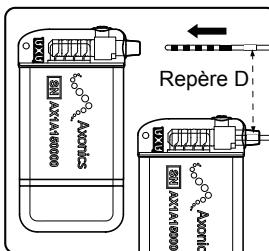

Figure 5: insérez entièrement l'électrode dans le bloc de connexion du neurostimulateur.
4. Insérez l'électrode dans le bloc de connexion du neurostimulateur jusqu'à ce qu'elle soit complètement raccordée et qu'elle ne puisse plus être insérée plus loin. Le repère D sur l'électrode doit se trouver dans le collier de serrage du neurostimulateur (**Figure 5**). La collerette de rétention de l'électrode doit être positionnée sous la vis de calage du neurostimulateur.
- Utilisez la clé dynamométrique pour desserrer la vis de calage dans le bloc de connexion du neurostimulateur en la tournant dans le sens inverse des aiguilles d'une montre (**Figure 5**).